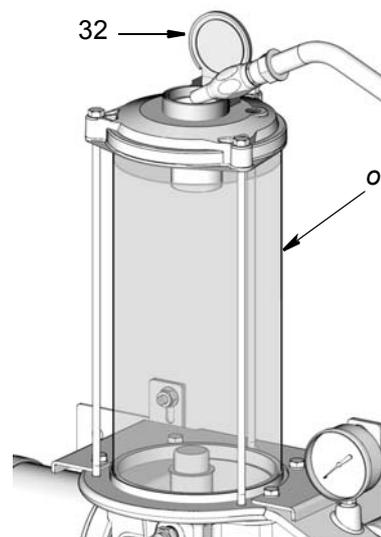

FIG. 7
2. Aggiungere lentamente l'olio (o/l) fino alla capacità del serbatoio (FIG. 7). Fare attenzione a non riempire il serbatoio troppo in fretta e mantenersi sotto il punto di troppopieno dello stesso.
3. Chiudere il tappo di riempimento olio (32) per prevenire la contaminazione e la fuoriuscita (FIG. 7).